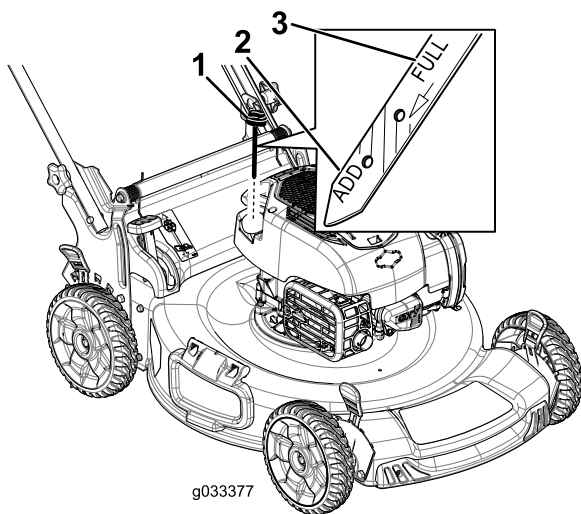

Рисунок 14
2. Выньте щуп для измерения уровня, протрите его, и затем вставьте на полную глубину (Рисунок 14).
3. Выньте щуп и проверьте уровень масла (Рисунок 14). Если уровень масла ниже отметки **Add (Долить)** на масломерном щупе, медленно заливайте масло в маслозаливной патрубкок, чтобы поднять уровень масла до метки **Full (Заполнено)** на масломерном щупе. **Не допускайте переполнения.**